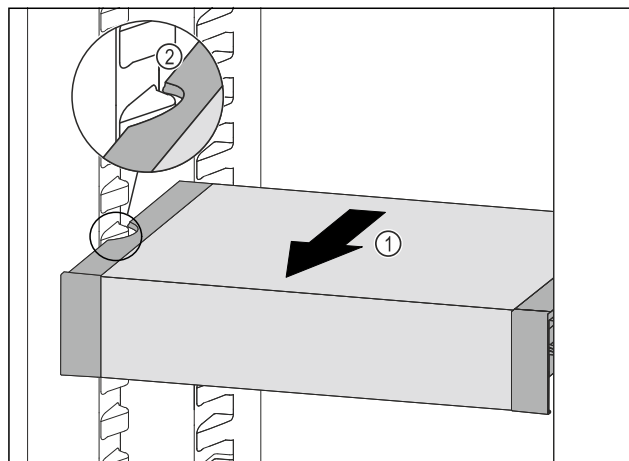

Fig. 87
- ▶ Trekk VarioSafe forover Fig. 87 (1), til utsparingene på sidene av VarioSafe er på nivå med rillene i kjøleskapet. Fig. 87 (2)